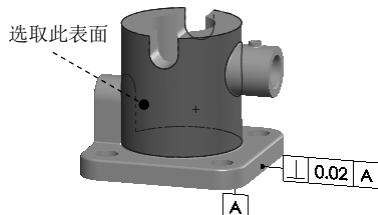

图 6.8.7 3D 注释放置面
(1) 选择命令。选择下拉菜单 命令, 系统弹出“注释”对话框。
(2) 定义引线样式。在“注释”对话框的 区域中依次单击 和 按钮。
(3) 选取注释特征。选取图 6.8.7 所示的零部件表面。